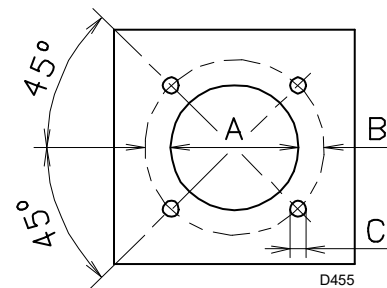

Fig. 10
Forare la piastra di chiusura della camera di combustione come in Fig. 10 (Tab. I) La posizione dei fori filettati può essere tracciata utilizzando lo schermo termico a corredo del bruciatore.
- Infilare tutto il bruciatore sul foro caldaia, precedentemente predisposto (Fig. 10), e fissare con le viti date a corredo.